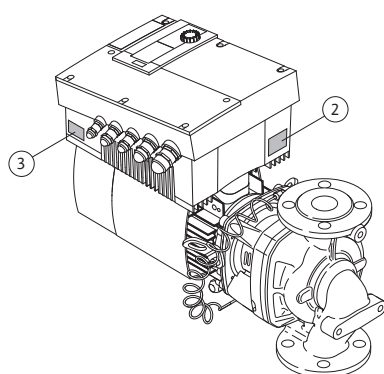

Fig. 12: Typskyltarnas placering:
- Motortypskytten finns på kabelgenomföringens sida på elektronikmodulen (fig. 12, pos. 3). Den elektriska anslutningen ska upprättas enligt uppgifterna på motortypskytten.